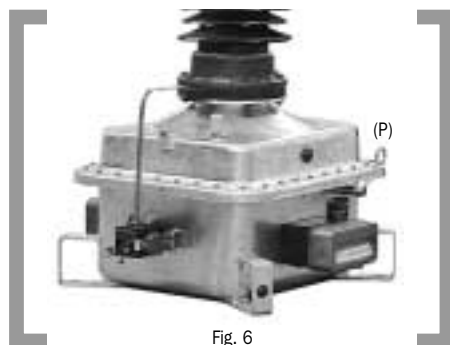

Fig. 6
- Si el transformador T.T.C. dispone de palanca de puesta a tierra de la unidad electromagnética, comprobar que se encuentra en la posición ABIERTO (ver fig. 6)
- If the CVT is equipped with the earthing switch of the electromagnetic unit, check it is OPEN position (see fig. 6)
- La palanca de puesta a tierra (P) de la unidad electromagnética (ver Fig. 6), se utiliza para realizar tareas de mantenimiento de forma segura. Se prohíbe dejarla en posición CERRADO, más allá del tiempo empleado en el mantenimiento del T.T.C., ya que en ésta posición se reduce el aislamiento de la parte condensadora.